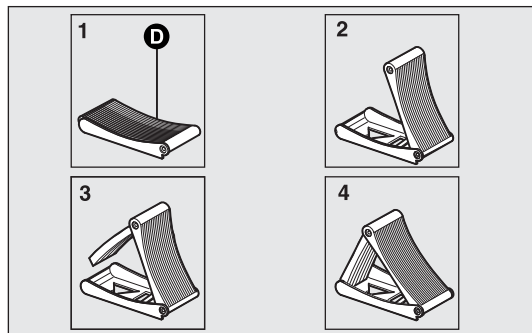

fig. 134a
- ❑ extraiga la cuña D de la bolsa de herramientas y ábrala en forma de libro de acuerdo con el esquema de la fig. 134a;